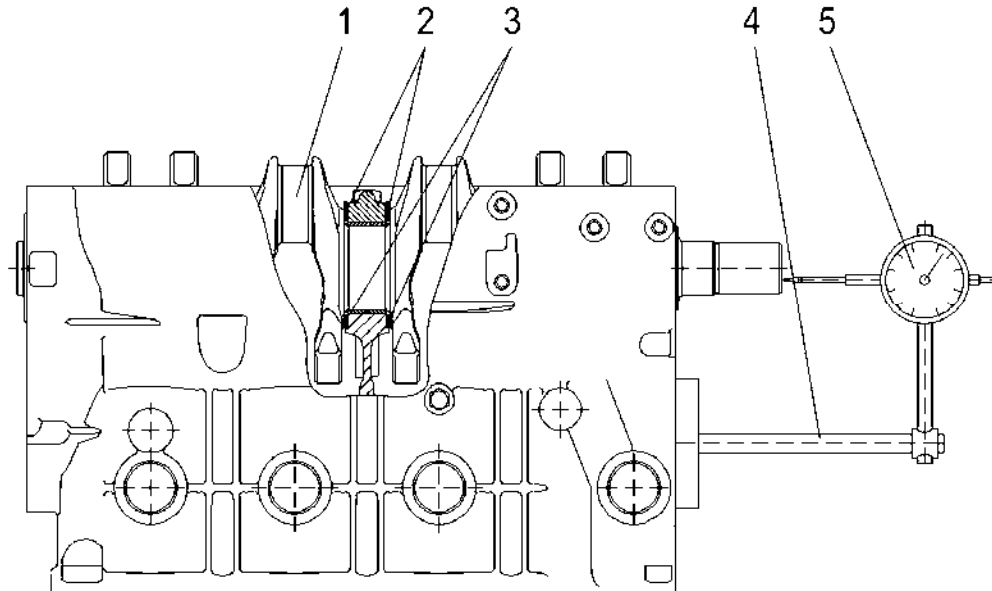

Рис.108. Проверка осевого зазора коленчатого вала:
**5.** Проверить величину осевого зазора коленчатого вала (рис.108), который должен быть не более 0,36 мм. Для неизношенных коленчатого вала и полушайб упорного подшипника зазор составляет 0,06...0,27 мм. При превышении осевого зазора максимально допустимой величины заменить упорные полушайбы на новые или ремонтные, увеличенной на 0,13 мм толщины, и вновь измерить величину осевого зазора. Если при замере он окажется более 0,36 мм, заменить коленчатый вал.